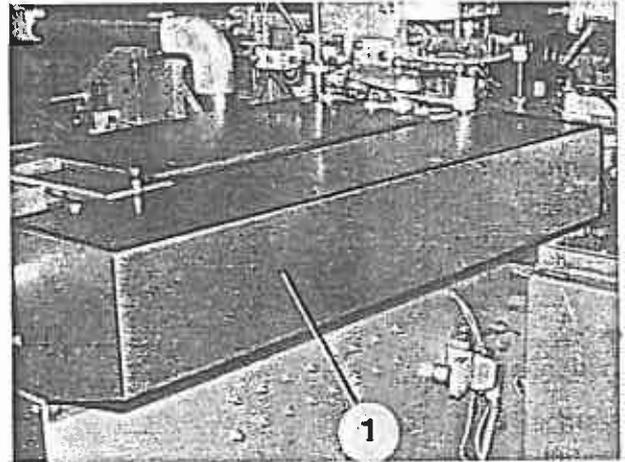

Bild 60
1. Rechtes oberes Verkleidungsblech (Bild 60/1) abbauen.